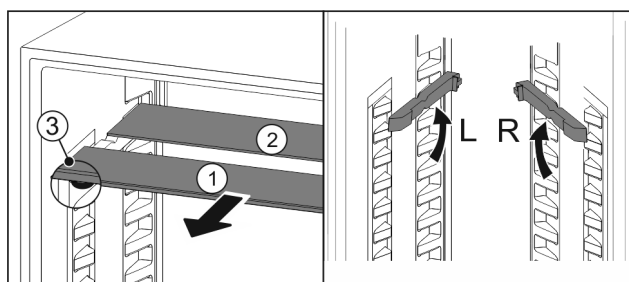

Fig. 54
- ▶ Skleněné desky jednotlivě vytáhněte dopředu Fig. 54 (1).
- ▷ Skleněná deska Fig. 54 (1) s ozdobnou lištou leží vpředu.
- ▷ Zarážky Fig. 54 (3) směřují dolů.